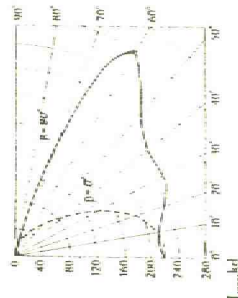

Рис. 2
5. Распределение сил света светильников показано на Рис.2. Тип кривой силы света I по горизонтальной плоскости - осевая, в вертикальной плоскости - шифокал.